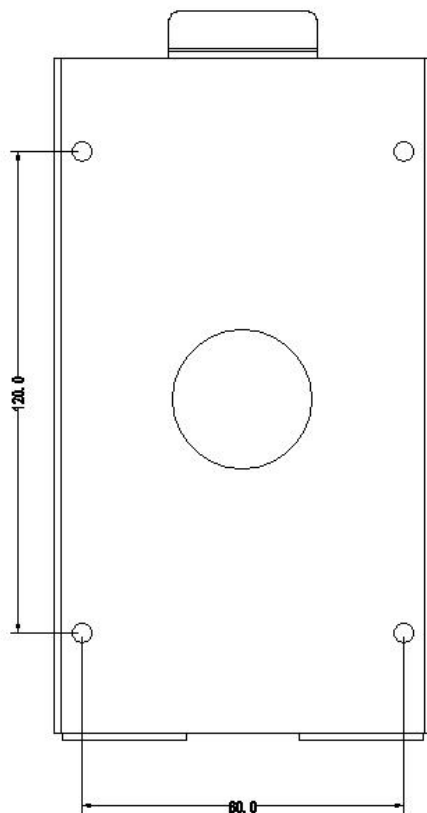

图 1-1
1.在距离地面约 1.5 米左右位置，按如图 1-1 所示孔位尺寸 120mm*80mm 用记号比做好孔标记；